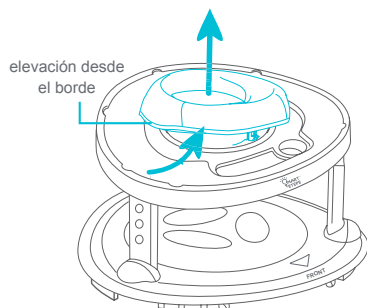

Fig. 11a
- Para quitar el asiento, levante la mesa para exponer una de las tres pestañas que se encuentran debajo. Separe una de las pestañas empujándola hacia afuera de la mesa (Fig. 11a).